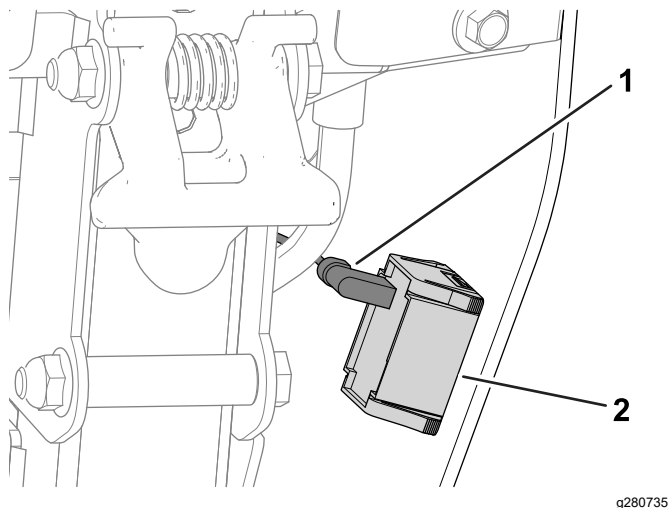

図 40
A. アワーメータに接続されているワイヤハーネスを外す 図 40。